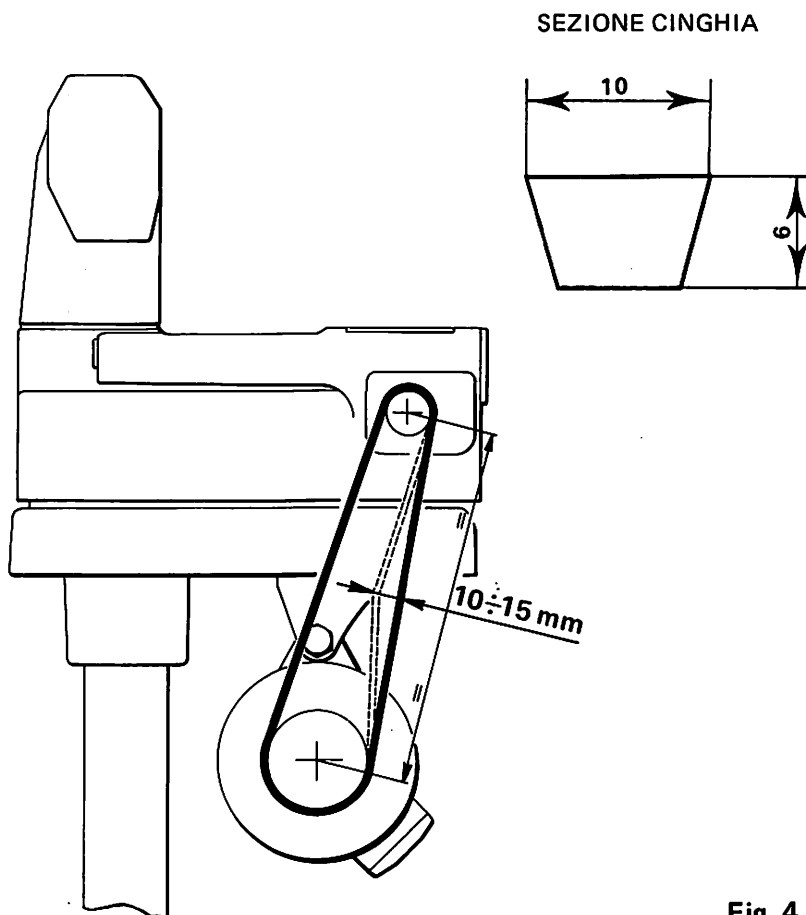

Fig. 4
- Montare la cinghia di trasmissione come indicato in fig. 4
- Registrare la tensione della cinghia agendo sullo snodo attacco motore, in modo che premendo con la mano al centro del tratto indicato in fig.4, si ottenga una freccia di  $10 \div 15$  mm.